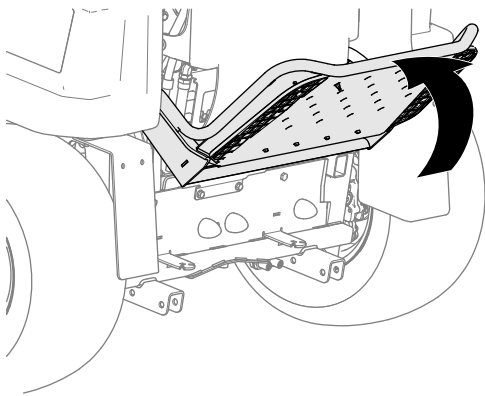

Figure 4
1. Levez la plate-forme du conducteur (Figure 4).